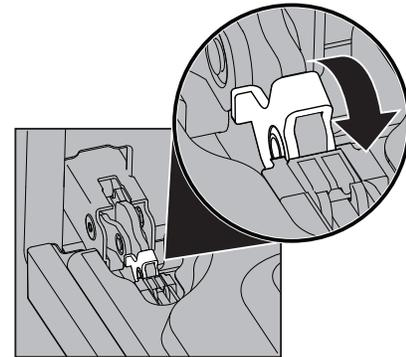
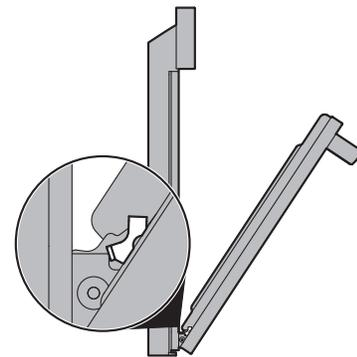

Figure 17: Serrure de charnière de porte
Figure 18: Position de retrait
2. Tirez vers l'avant le verrou situé sur chaque support de charnière du four jusqu'à ce que le verrou s'arrête. Vous devrez peut-être appliquer une petite pression vers le haut sur le verrou pour le tirer vers le haut (Figure 17 et Figure 18).
2. Tenez la porte du four au même angle que pour le retrait. Insérez avec précaution les leviers de charnière dans le cadre du four jusqu'à ce que vous sentiez que les leviers de charnière sont logés dans les encoches de charnière. Les bras de charnière doivent être entièrement insérés dans les encoches de charnière avant que la porte du four ne puisse être complètement ouverte. (Figure 18).